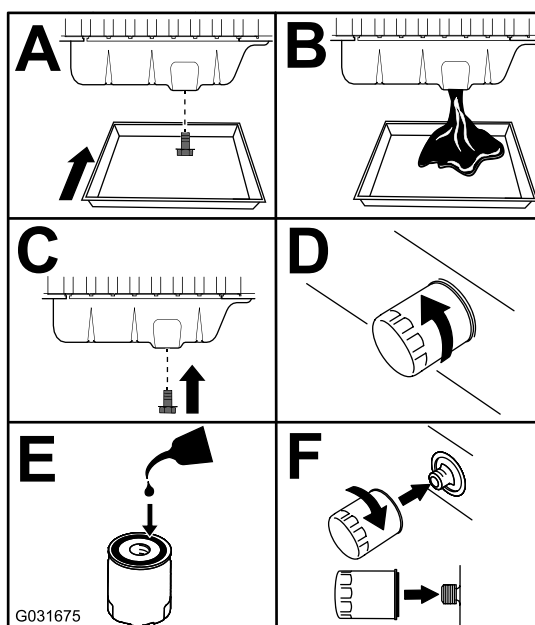

Figure 46
3. Vidangez l'huile moteur et remplacez le filtre à huile (Figure 46).